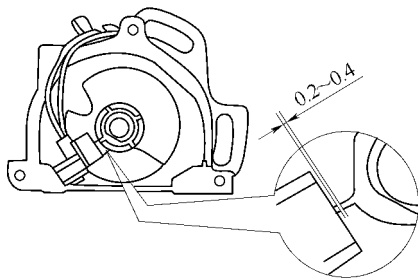
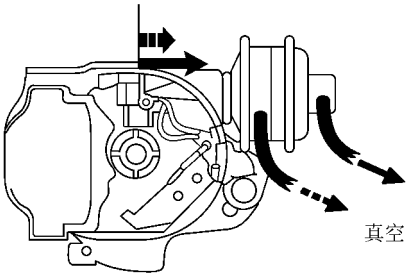

图 5-50 更换带信号发生器的断路器板
图 5-51 安装负压提前器
- (3) 安装调速器弹簧。使用尖嘴钳安装两根弹簧。
- (4) 安装带信号发生器（感应线圈）的断路器板。将断路器板和壳体的切口部分对准，安装带信号发生器（感应线圈）的断路器板，用两个螺钉固紧。
- (5) 安装信号转子。压入带新弹簧的转子。
- (6) 检查气隙。使用塞尺检查信号转子和信号发生器（感应线圈）之间的间隙，如图 5-50 所示。
- (7) 安装分电器配线。
- (8) 安装负压提前器。将提前器的连接杆连接到断路器板的销子上，用螺钉安装提前器。然后施加负压检查负压提前是否动作，如图 5-51 所示。